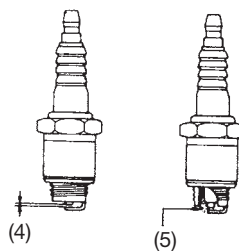

Fig. 10
- 2) Kras de koolstof van de bougieopening. (Standaard opening is 0,60 mm of 0.023 inches.) (Fig. 10)